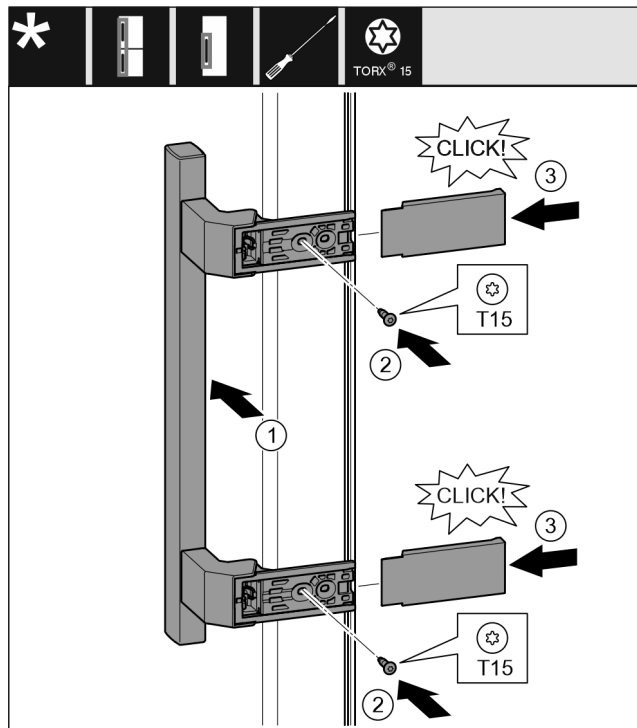

Fig. 16
- ▶ Sett på håndtaket på motsatt side. Fig. 16 (1)
- ▶ Skru fast skruene med skrutrekkeren T15. Fig. 16 (2)
- ▶ Sett dekslene på siden og skyv dem på. Fig. 16 (3)